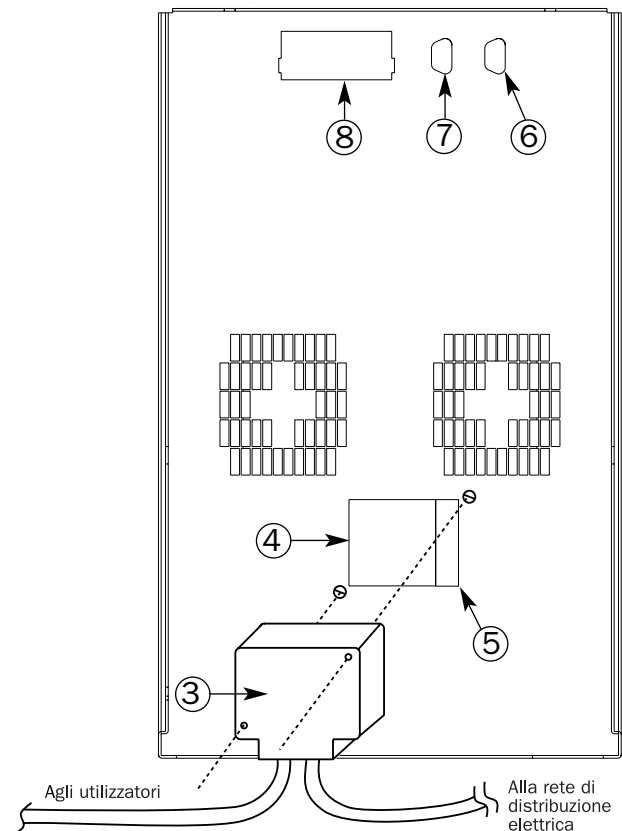

Fig. 3 Connessioni Elettriche
4. Collegare il connettore di Ingresso-Uscita alla spina [4] presente sul retro dell'UPS, fissandolo al telaio con le apposite viti (vedi fig. 3).
5. Fissare il coperchio in plastica al telaio con le apposite viti (vedi fig. 3).